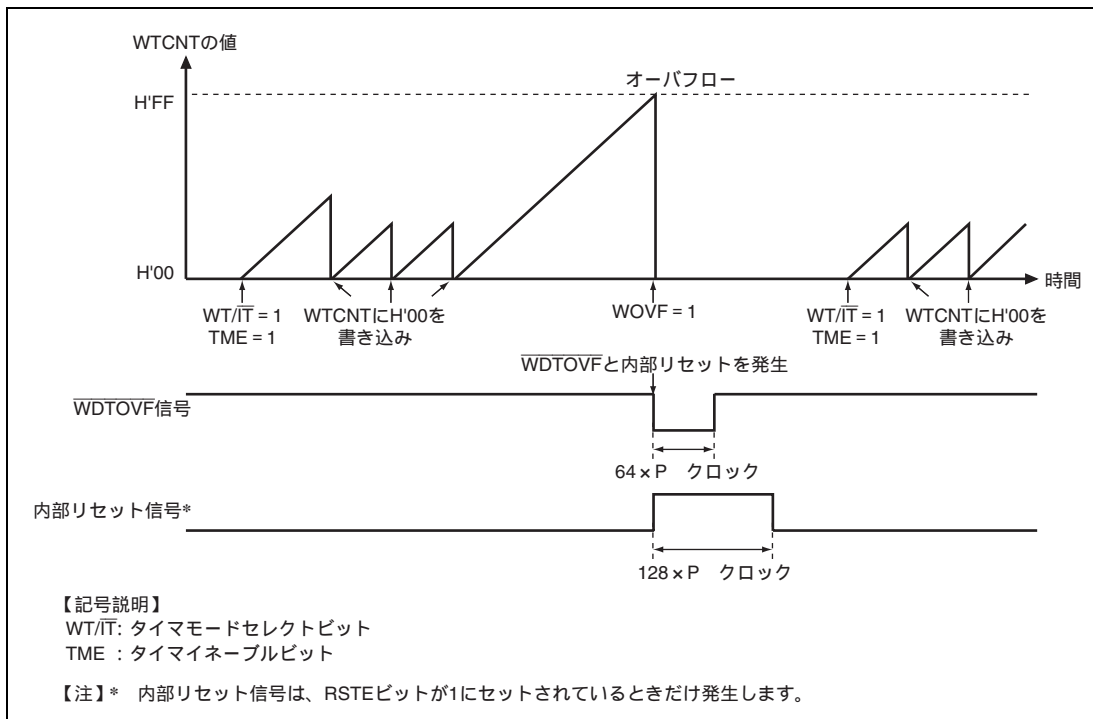

図 14.4 ウォッチドッグタイマモード時の動作
4. カウンタがオーバーフローすると、WDTはWRCSRのWOVVFを1にセットして、 $\overline{\text{WDTOVF}}$ 信号が外部に出力されます。これを図14.4に示します。この $\overline{\text{WDTOVF}}$ 信号を用いて、システムをリセットすることができます。 $\overline{\text{WDTOVF}}$ 信号は、 $64 \times P$ クロックの間出力されます。